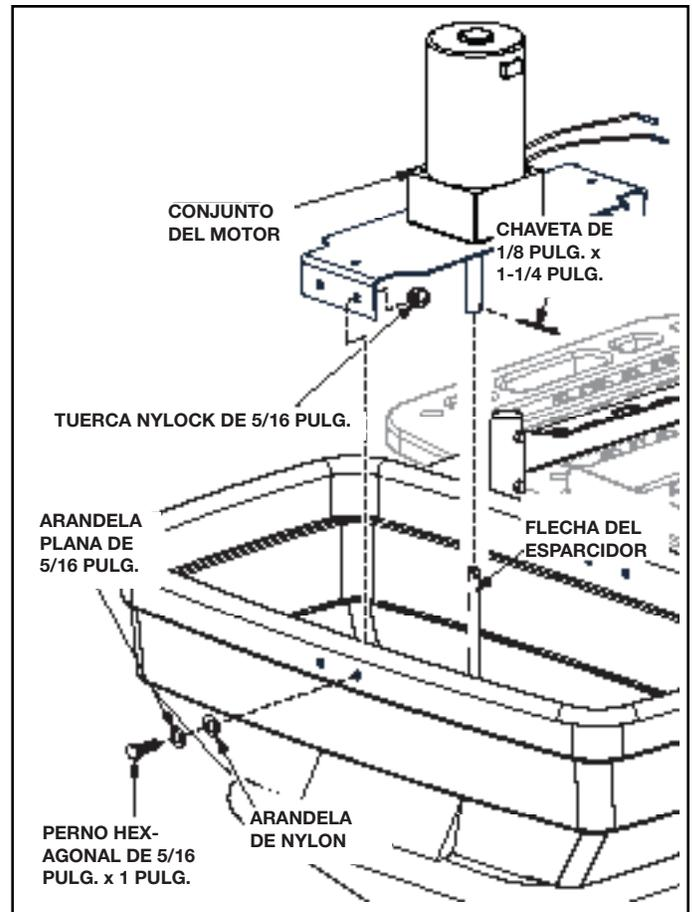

FIGURA 11
15. Baje el conjunto del motor en la tolva insertando el extremo de la flecha del esparcidor dentro del acoplador del impulsor. Asegúrelo con una chaveta de 1/8 pulg. x 1-1/4 pulg., extendiendo los extremos de la chaveta alrededor del acoplador. Véase la Figura 11.
16. Sujete el soporte de montaje del motor a la tolva usando cuatro pernos hexagonales de 5/16 pulg. x 1 pulg., arandelas planas de 5/16 pulg., arandelas de nylon y tuercas Nylock de 5/16 pulg. Véase la Figura 11.